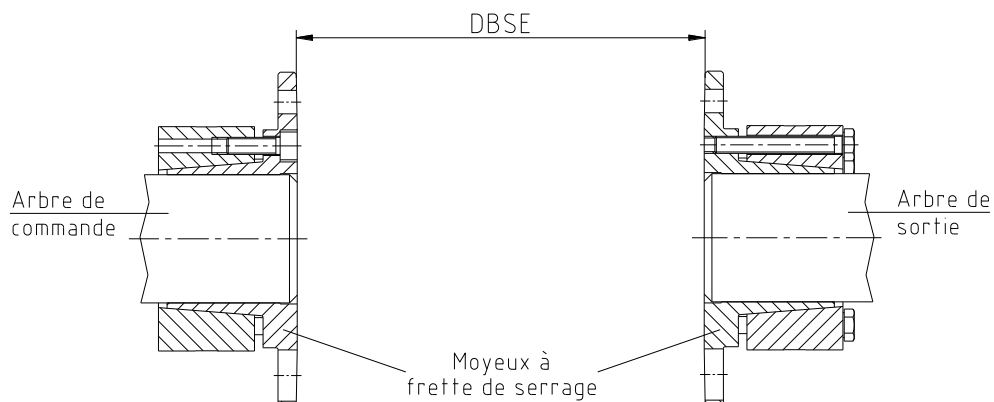

Fig. 18 : Montage des moyeux à frette de serrage
- Monter les moyeux de serrage sur les arbres moteurs et récepteurs (voir fig. 18).
- Faire affleurer les faces intérieures des moyeux à frette de serrage avec les faces frontales des arbres (voir fig. 18).